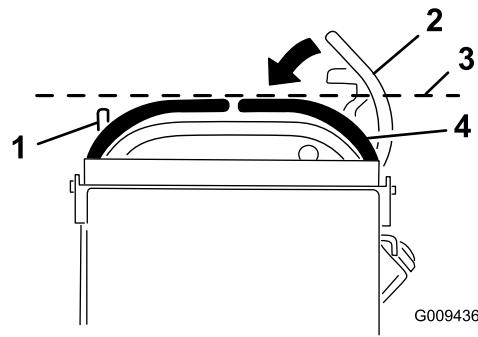

Figura 16
3. Empuje la palanca de control de movimiento de la derecha hacia abajo, sacándola de la posición de bloqueo/punto muerto (Figura 16).
4. Compruebe su alineación horizontal con la palanca de control de movimiento izquierda (Figura 16).